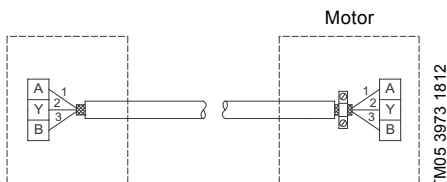

Fig. 21 Tilslutning med skærmet 3-lederkabel
- Hvis enheden ikke har nogen kabelbøjle som vist på fig. 21, skal skærmen ikke forbindes i denne ende.